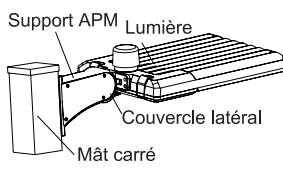

Figure 12
Étape 2 : Placer les connexions électriques dans la boîte de jonction, puis refermer la boîte de jonction. (Fig. 12)